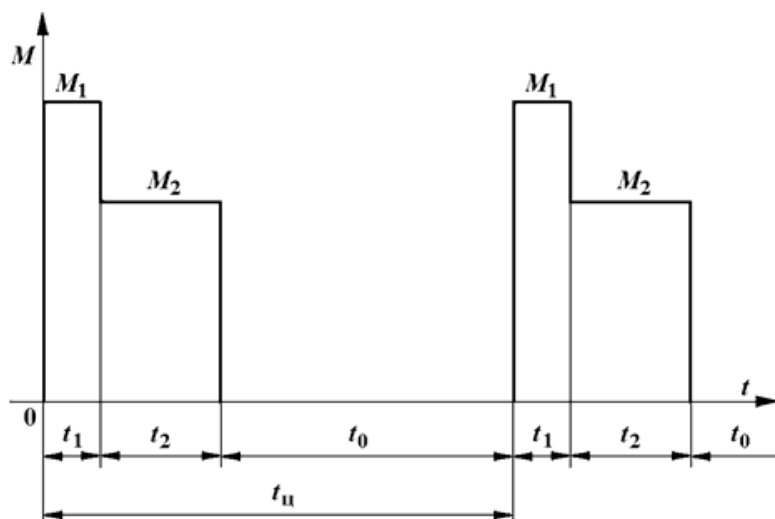

Рис.4. Диаграмма повторно-кратковременного режима
**Задача 12.** Проверить по методу эквивалентного момента двигатель привода повторно-кратковременного режима работы по нагрузочной диаграмме, приведенной на рис.4. Данные привода:  $PV_{ст} = 25$  %;  $P_n = 2$  кВт,  $\omega_n = 100$  рад/с,  $M_n = 20$  Нм;  $t_1 = 5$  с;  $M_1 = 25$  Нм;  $t_2 = 10$  с;  $M_2 = 17$  Нм;  $t_0 = 35$  с;  $t_u = 50$ с.